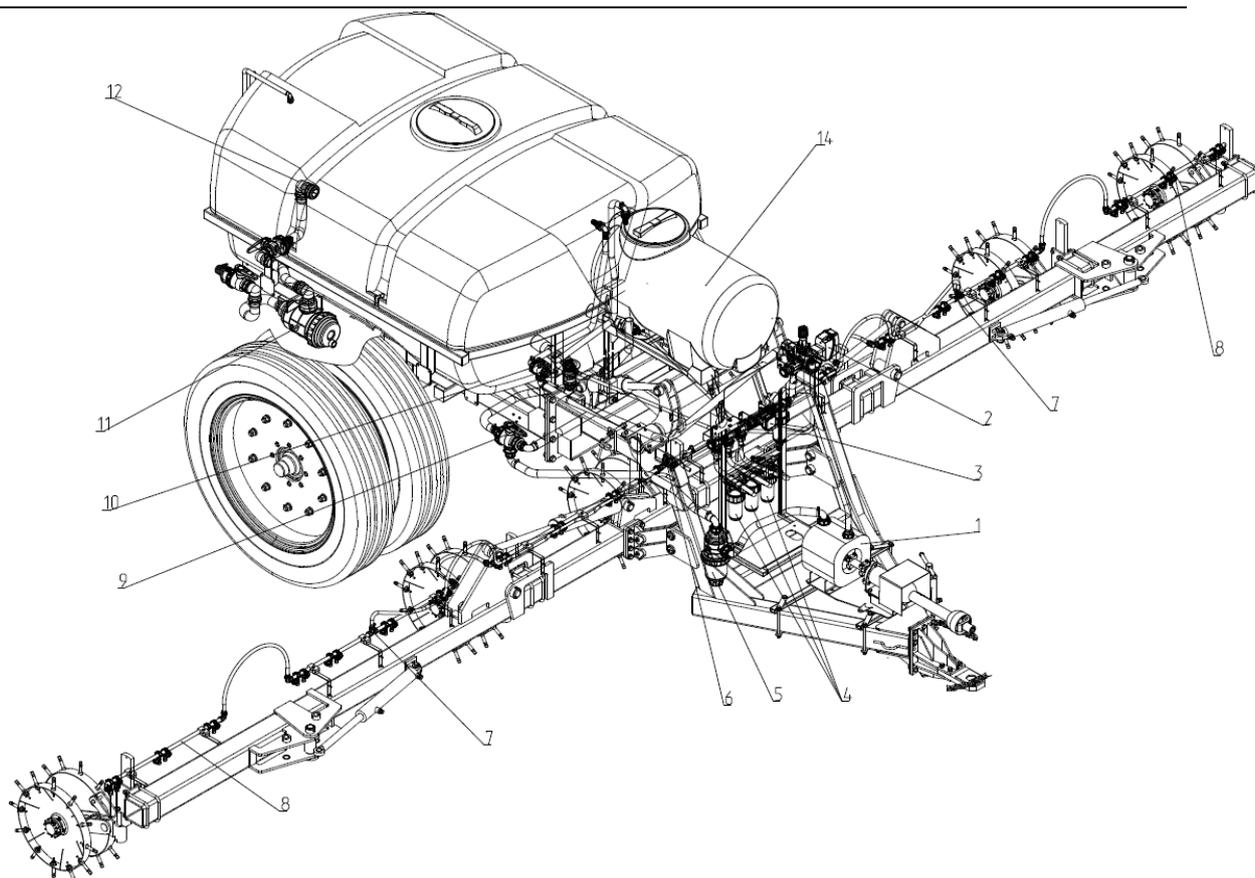

Рис. 11 Разводка системы КАС
2.1.9. Система внесения КАС (рис. 11) состоит мембранно-поршневого насоса AR185br с площадкой 1, клапана управления в сборе 2, трех ходового коллектора 3 в сборе с фильтром и расходомером, линейных фильтров 4, всасывающего фильтра 5, Обвязок секций носителя 6,7,8, крана трех ходового 9 (для переключения внесения системы КАС и включения промывки водой системы), заправочного устройства 11 и промывочной емкости 12 и подводных шлангов.